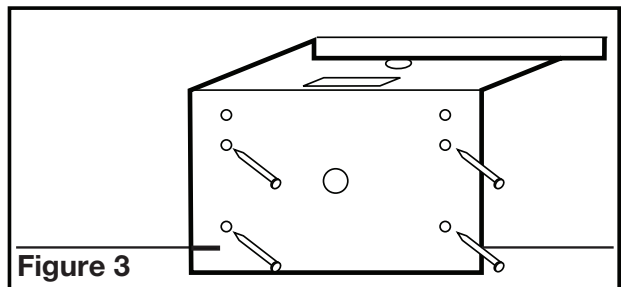

Figure 3
1. En utilisant le guide sur le support de montage, aligner le support sur la solive pour que le dessous du ventilateur soit à effleurement avec le plafond fini. Clouer ou visser solidement le support en place (Figure 3).
2. Aligner le support sur la solive de manière que le bas du ventilateur soit à effleurement avec le plafond fini. Clouer ou visser solidement le support à fixer par pression en place (Figure 3).